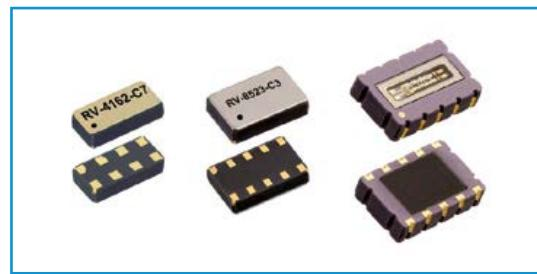

Figure 2.
*Micro Crystal* propose des modules avec interface I2C ou SPI à haut débit. Trois modèles de boîtier (**fig. 2**) : C2 pour le plus grand : 5,0 x 3,2 x 1,2 mm, avec hublot. Le format moyen (C3) fait 3,7 x 2,5 x 0,9 mm. Quant au format C7 (3,2 x 1,5 x 0,8 mm), personne ne fait de RTC plus petite que ça. Certains modules existent en différents formats de boîtier.